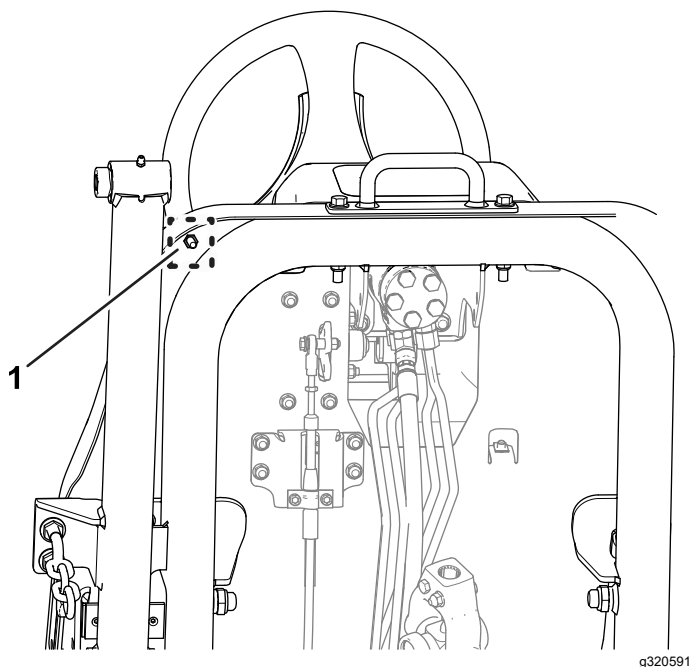

Bild 79
- B. Lösen Sie die Klemmmutter an der Unterseite der Fußplattform-Platte (**Bild 79**).
- F. Halten Sie den Fahrpedalanschlag fest und ziehen Sie die Klemmmutter an der Unterseite der Fußplattform-Platte (Bild 78 und Bild 79) auf 37-45 N·m an.